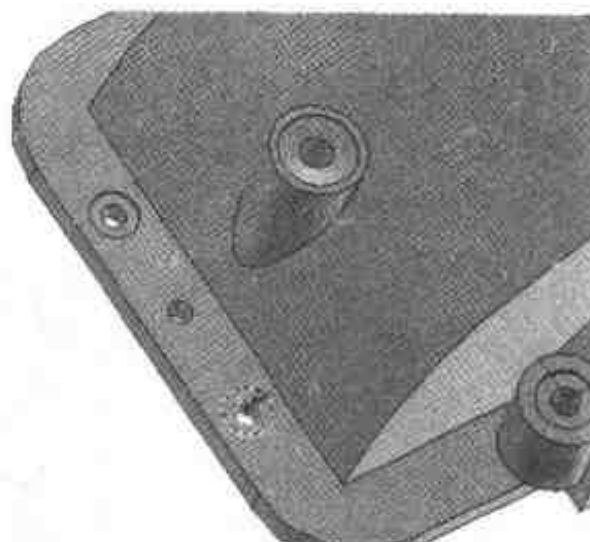

图 2.45 生成简单孔和沉孔
- (13) 利用三维球将 3 个自定义孔分别沿长度方向向外侧移动 20，同时将两侧的自定义孔分别沿宽度方向向内移动 55，结果如图 2.45 所示。